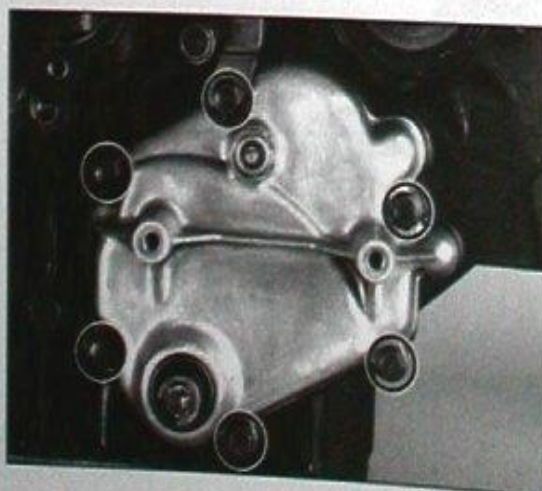

Bild 152
- Sechs Gehäuseschrauben über Kreuz ausdrehen (Bild 152).